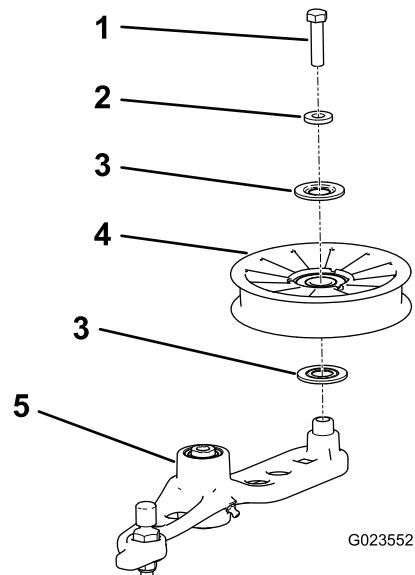

Bild 57
6. Entfernen Sie die Schraube, mit der die alte Spannscheibe am Spannarm befestigt ist, und befestigen Sie eine neue Spannscheibe (Bild 57).